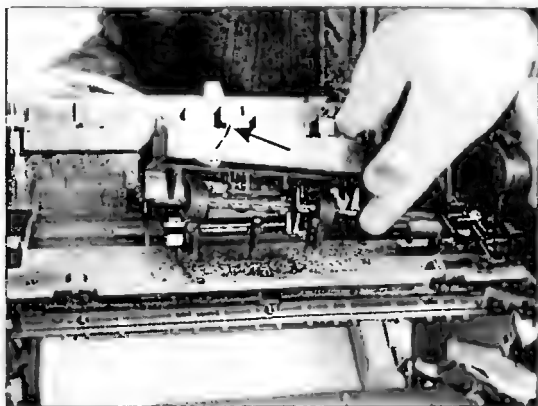

Рис. 6.25
- Закрывают переднюю крышку и кладут на нее принтер. Откручивают два винта крепления опоры вращения ролика. Вынимают из пазов опору движением вправо — вверх (рис. 6.25). Ролик закреплен на подпружиненных втулках.